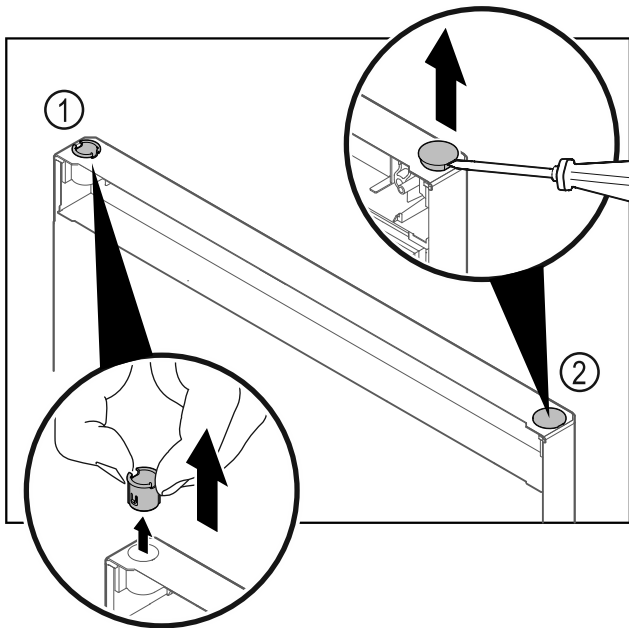

Fig. 31
- ▶ Vytiahnite puzdro závesu Fig. 31 (1) prstami.
- ▶ Plochým skrutkovačom opatrne nadvihnite kryciu zátku Fig. 31 (2) a vytiahnite ju.